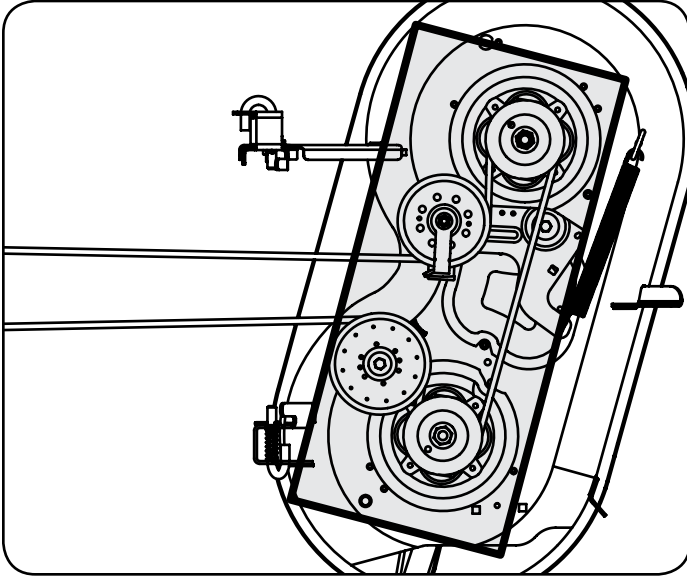

Figure 24
- Limpiar la parte superior de la plataforma de corte, bajo las sábanas de husillo y área de la correa. Vea la Figure 24.